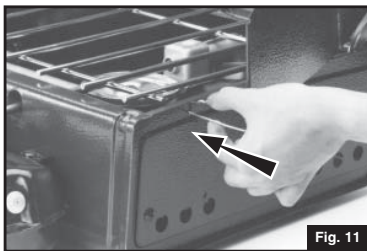

Fig. 11
- Gire los DEFLECTORES DE VIENTO hacia afuera e inserte las PRESILLAS METÁLICAS dentro de las ranuras en los extremos de la estufa. (Fig. 11)